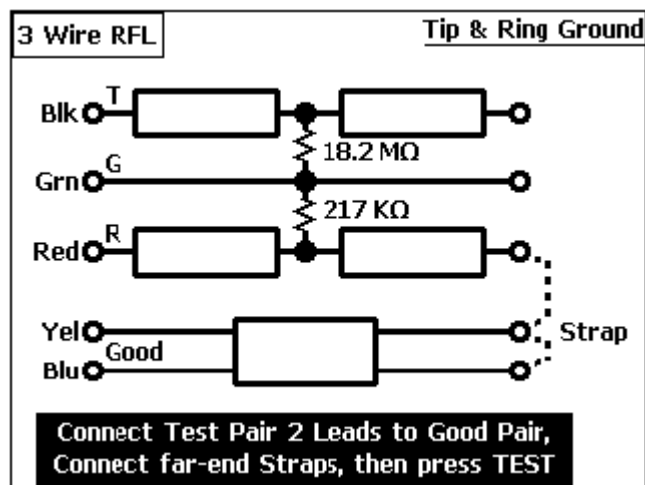

Рисунок 4-19. Результаты теста сопротивления для трех проводников:
- Если есть возможность использовать хорошую пару, нажмите кнопку (Good Pair-Any Ga.), и тогда прибор покажет схему, похожую на Рисунок 4-19.